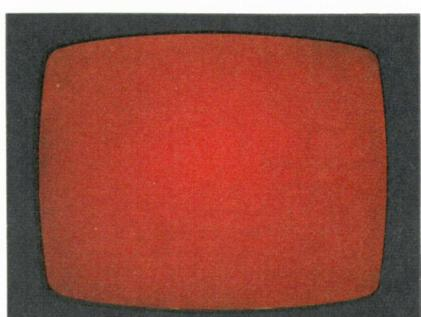
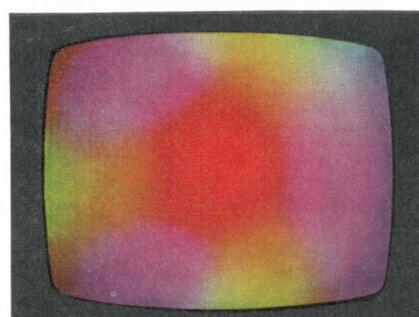

Fig. 4
Fig. 5
3. Rot Katodenstecker abziehen (Fig. 8). Bildschirm sollte dann gleichmäßig rot sein (Fig. 4). Ist Bildschirm ungleichmäßig rot oder farbfleckig (Fig. 5), so ist die Farbreinheit einzustellen.
2. Flügelmuttern am Ablenksystem, Fig. 2 (bzw. Flügelschrauben Fig. 2a), lösen und Ablenksystem weit auf dem Hals verschieben, bis ein roter Fleck erscheint (Fig. 5).